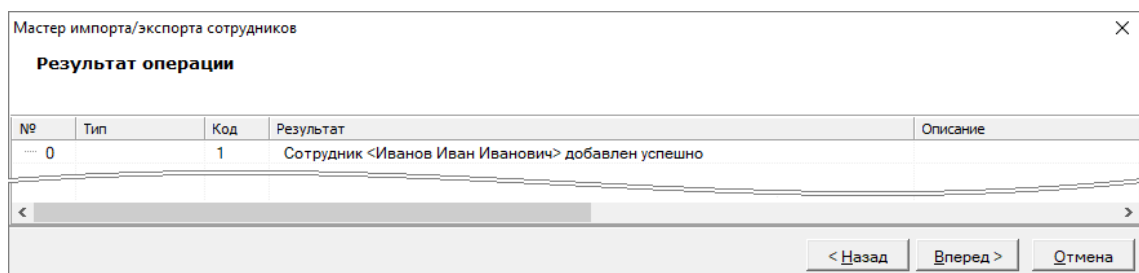

Рисунок 15-62 Отчет о результатах импорта
- 12) В шаге «Результат операции импорта» (см. п. 15.4.5) просмотреть отчет о результатах импорта, в примере – добавление сотрудника (см. Рисунок 15-62);